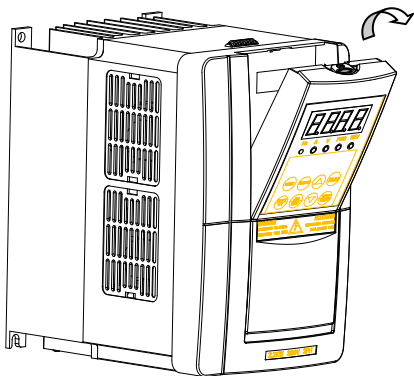

图 3-8 机形 A 操作面板及连接线安装图
**步骤 1**、用手在操作面板上方的凹口处向下按并往外扣起，拆除显示面板与主控制器的连接线，既可拆下操作面板（如图 3-8 所示）。